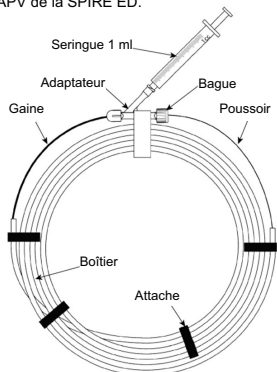

Figure 5. Comment faire gonfler la tige en APV
- 6) Comme illustré à la Figure 5, injectez environ 1 ml de saline héparinée dans la gaine depuis l'adaptateur pour faire gonfler la tige en APV de la SPIRE ED.